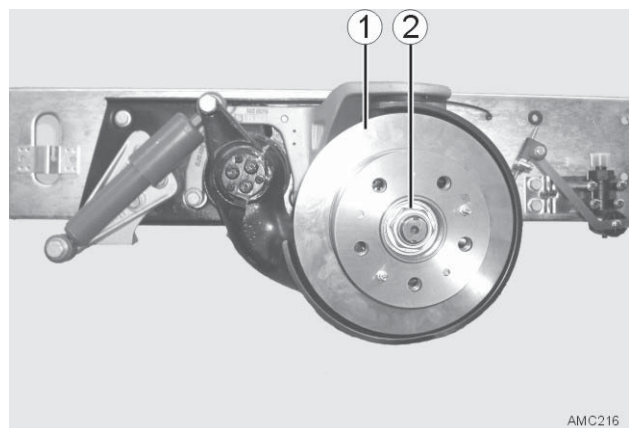

Bild 41
6. *Bremsscheibe (Bild 41 - 1) gem. Montageanweisung des Basisfahrzeugherstellers abbauen.*
Nabenmutter (Bild 41 - 2):